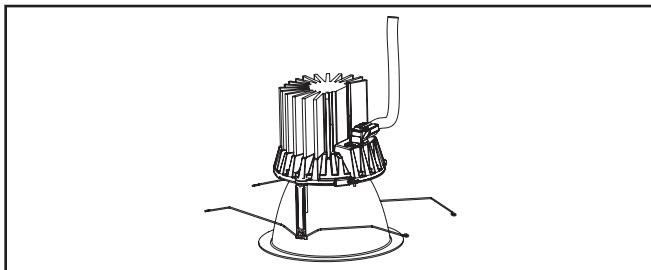

Figure 11.
11. Assurez-vous que le connecteur est correctement enclenché. (Figure 11).